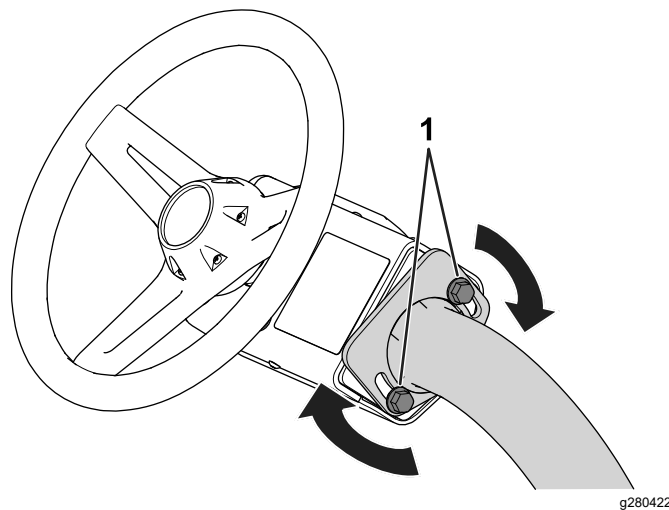

Figure 28
1. Desserrez les boulons (Figure 28) qui fixent le volant au bras de direction.
3. Resserrez les boulons (Figure 28) pour bloquer le volant à la position choisie.